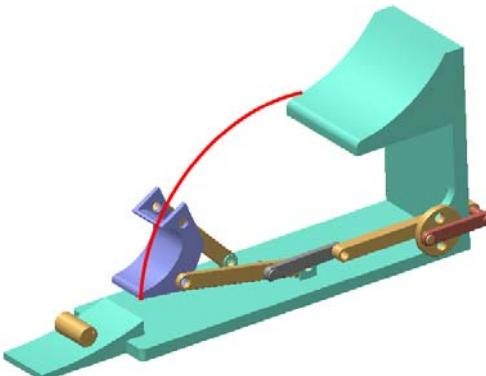

图 9.5.51 轨迹曲线
Step4. 单击“轨迹曲线”对话框中的 **确定** 按钮，系统即在机构中显示轨迹曲线，并在纸零件中创建一个基准曲线特征，如图 9.5.51 所示。